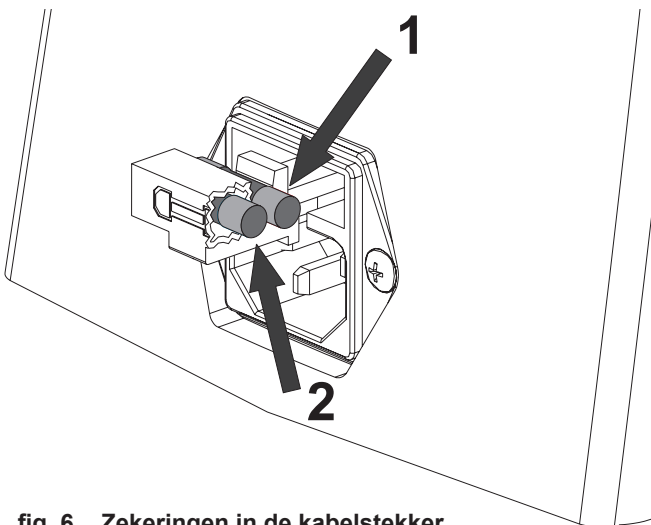

fig. 6 Zekeringen in de kabelstekker.
- De zekering in de stekker (fig. 6, 1) nog heel is. Indien de zekering is doorgebrand, kan deze worden vervangen door de reservezekering (fig. 6, 2) die in de stekker zit.